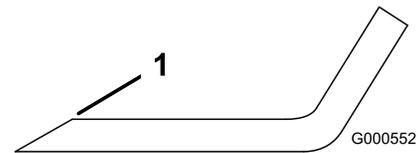

Figura 64
1. Utilice una lima para afilar el filo de corte en ambos extremos de la cuchilla (Figura 64).
Nota: Si la cuchilla no está equilibrada, rebaje algo el metal en la parte de la vela solamente (Figura 64).